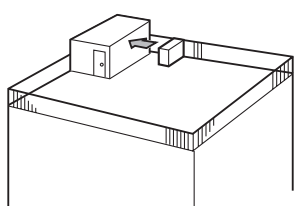

Fig. 2-4
- ① Направьте воздуховыпускное отверстие в сторону ближайшей стены, которая должна находиться приблизительно на расстоянии 500 мм. (Fig. 2-4)